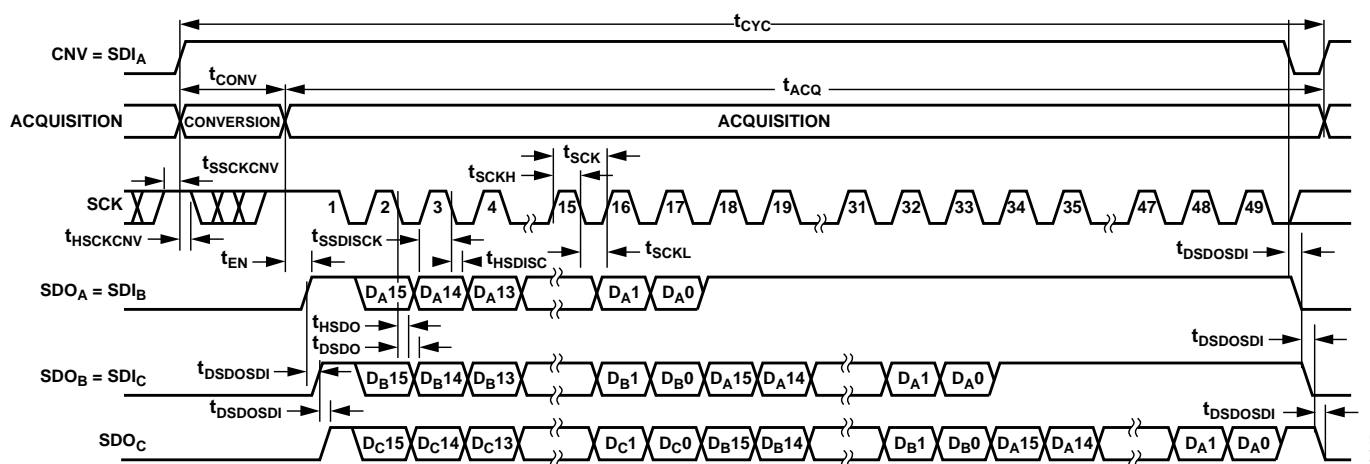

図46.チェーン・モード、BUSY表示ありのシリアル・インターフェース・タイミング
- チェーン・モードでは、CNV立ち上がりエッジ時にSCKがハイ・レベルになった場合(図 46)。